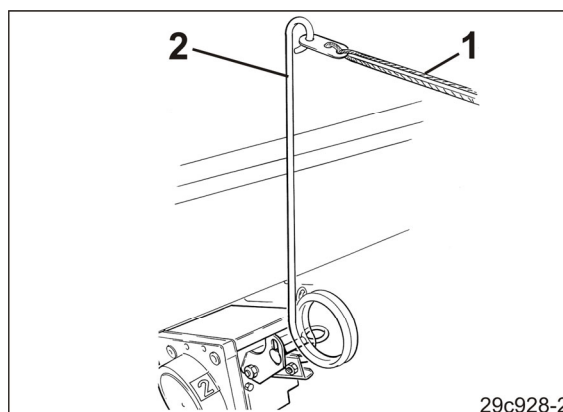

Fig. 125
13. Seil (Fig. 125/1) zum Betätigen des Bedienhebels (Fig. 125/2) des Schaltkastens (falls vorhanden) in die Traktorkabine verlegen.